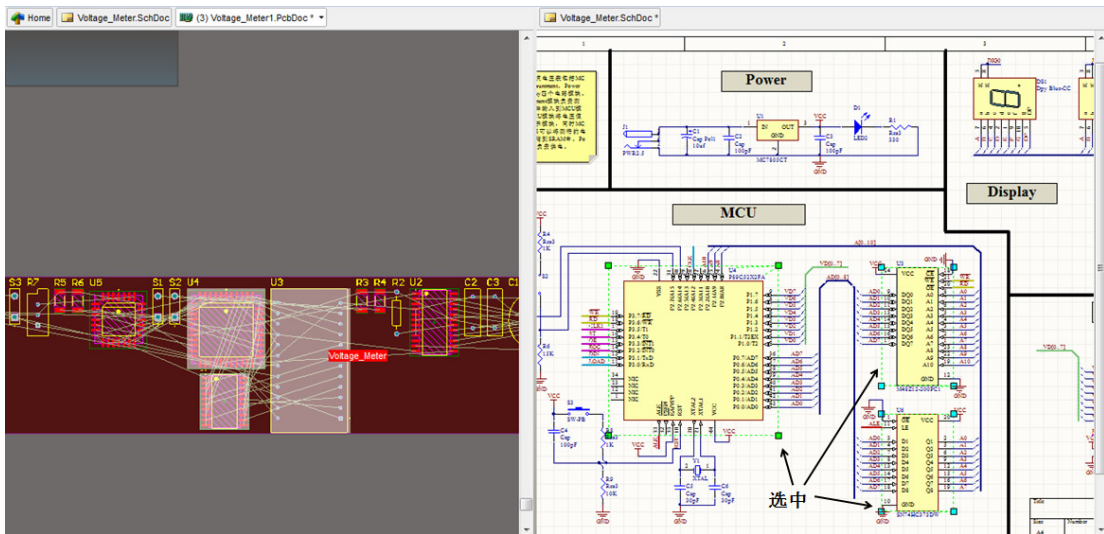

图 13-7 交叉选择模式
(1) 从原理图选择 PCB 中的元件。
- ① 进入原理图编辑环境，执行菜单命令 Tools » Cross Select Mode，进入交叉选择模式。
- ② 在原理图中选择一个或多个元件，PCB 中对应的元件会同时被选中，如图 13-7 所示。